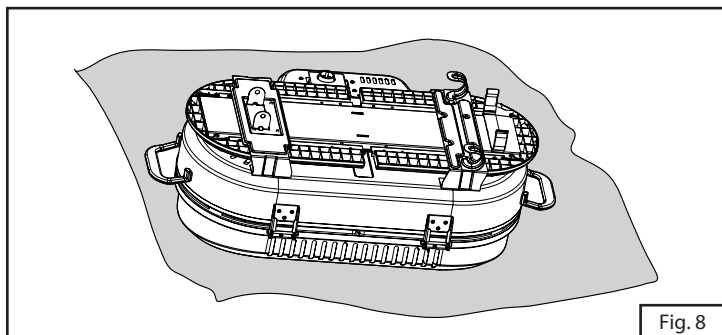

Fig. 8
5. Sujete la mesa lateral con dos arandelas y dos tornillos. (Fig. 8)